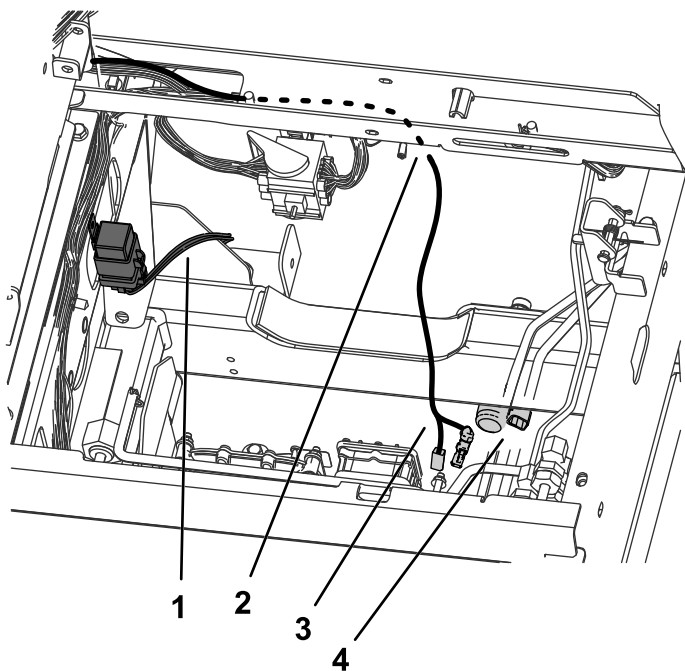
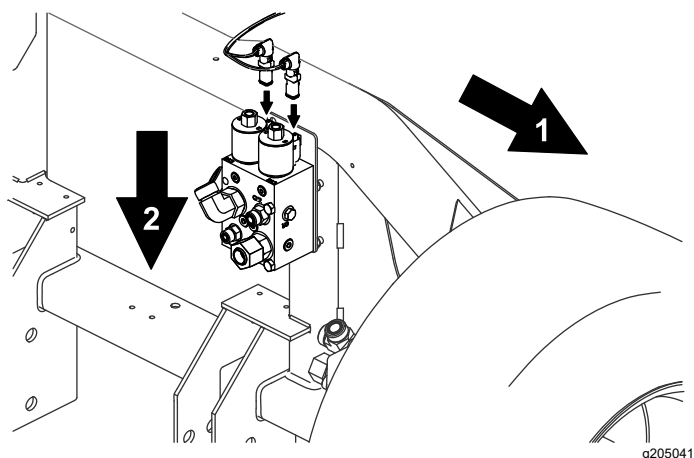

Figure 28
Figure 32
9. Acheminez les 2 fils restants qui ne sont pas directement reliés au relais, à mi-chemin le long du faisceau existant, sous le cadre, jusqu'à ce qu'ils soient juste au-dessus du collecteur 3 voies (Figure 28).
diviseur de débit, juste à l'intérieur de la roue avant droite (Figure 28 et Figure 32).